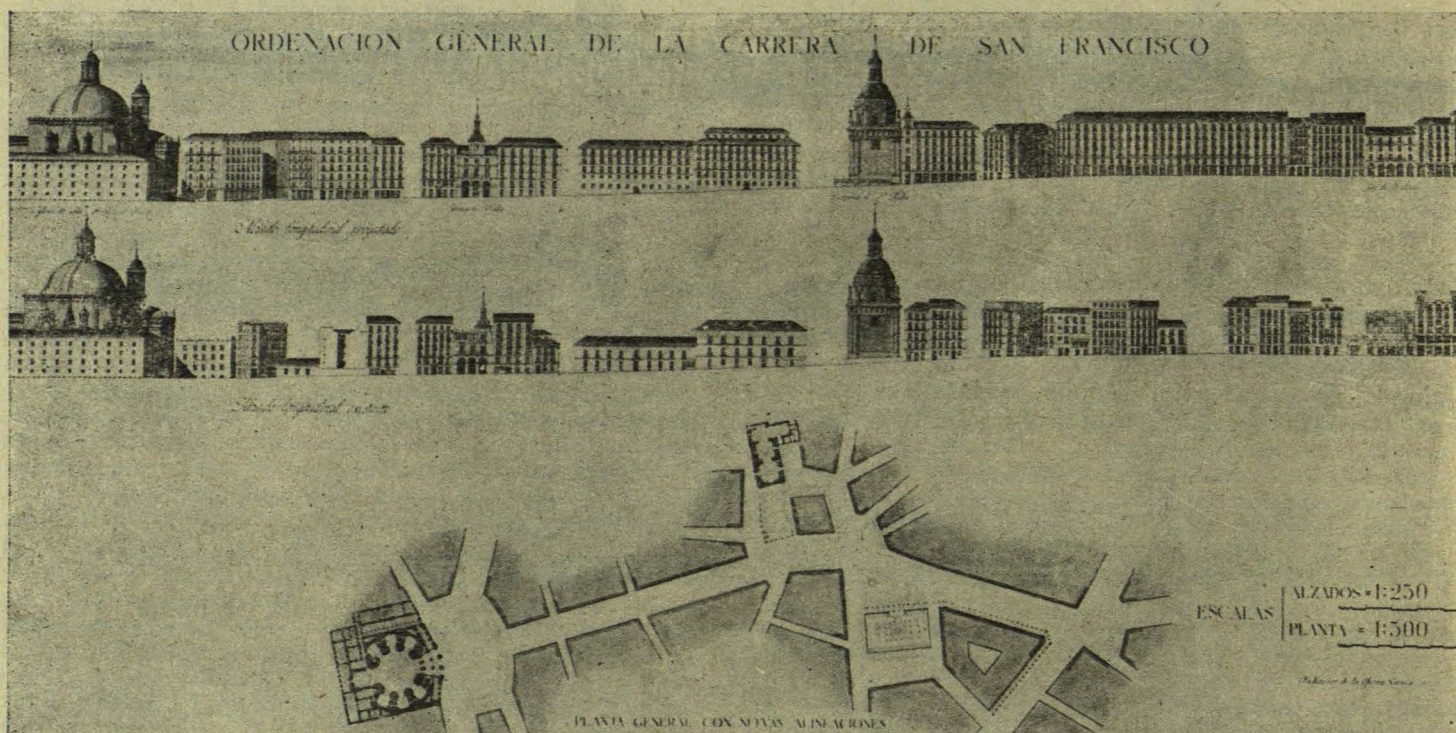

Figura 3.ª
d) *Edificación.*—Es característico en el estado actual de nuestro Magerit el que dominan en él las casas de cinco plantas, y en segundo lugar, las de cuatro y seis. Sólo después vienen en número las de tres plantas, y en menos cantidad todavía las de dos, siendo raras las casas de una planta (figura 3).